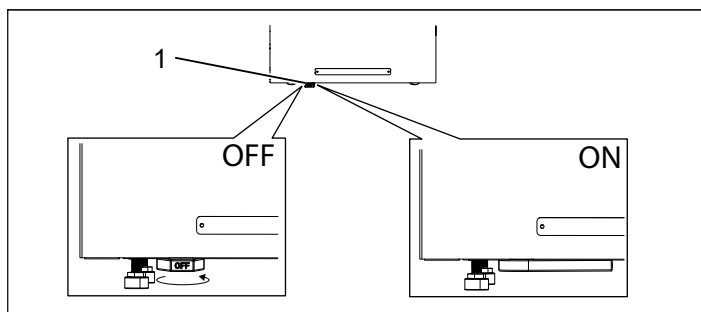

Abbildung 21 EIN/AUS
2. Schalten Sie die Heizung ein und betätigen Sie den Hebel (siehe Abbildung 21).